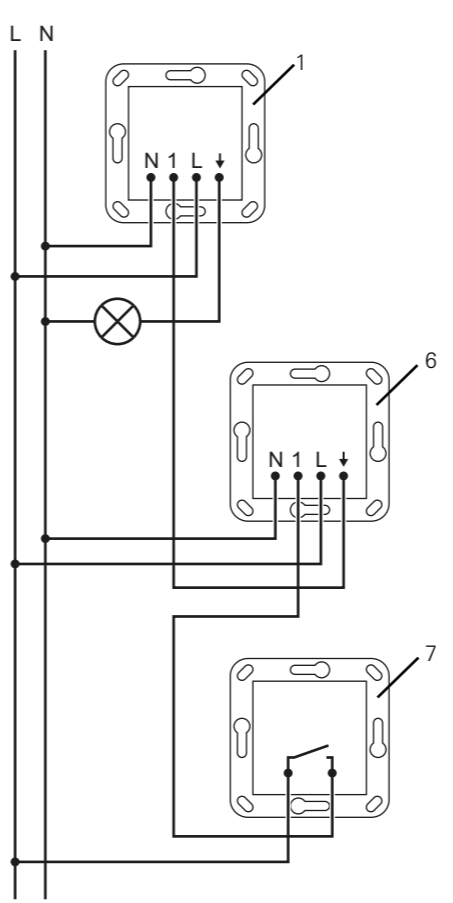

Рисунок 4: Схема подключения с допол­нительным устройством
Для расширения зоны обнаружения под­ключите дополнительные устройства Sensotec, см. (рисунок 4) схему подключе­ния. При этом главное устройство обраба­тывает сигналы движения дополнитель­ных устройств.
- Подключите вставку скрытого монтажа согласно схеме подключения (рисунок 4).